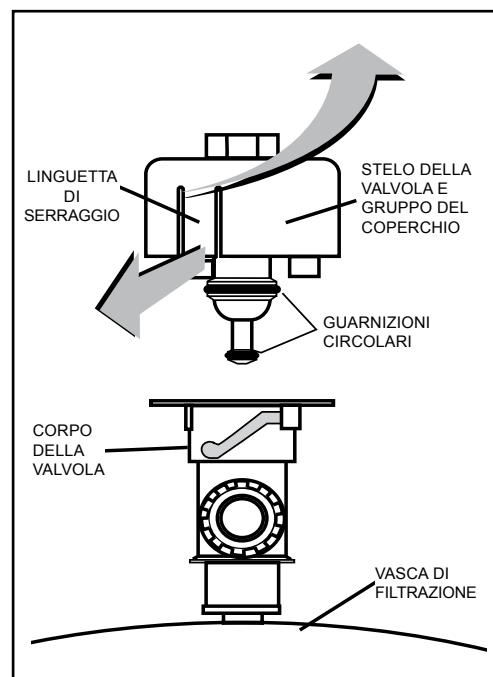

Figura 3.
3. Con la valvola di sfogo collegata alla vasca di filtrazione, estrarre le linguette di serraggio e rimuovere lo stelo della valvola e il gruppo del coperchio con un movimento in senso antiorario e verso l'alto; cfr. Figura 3.